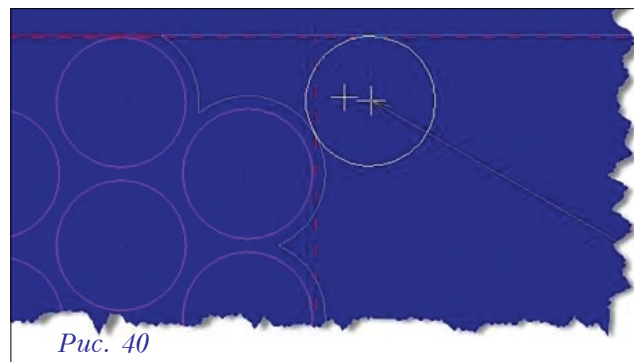
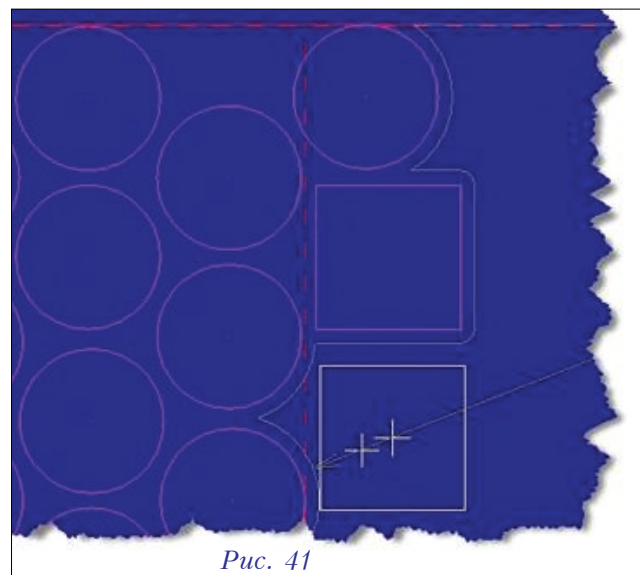
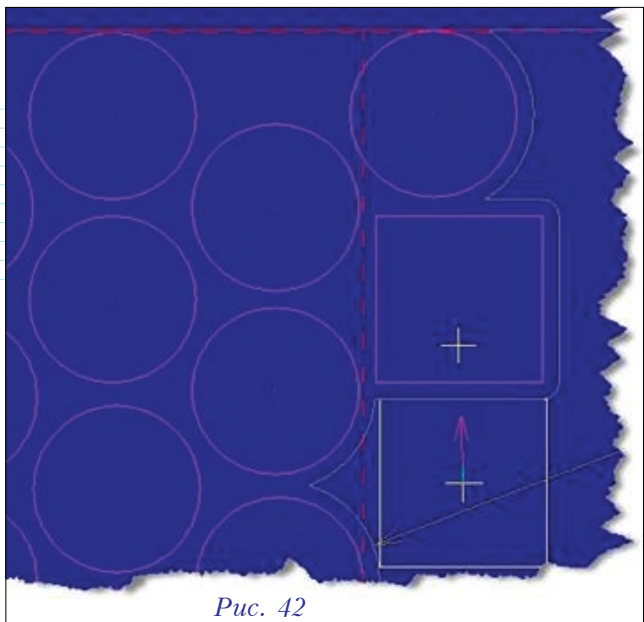

Рис. 40
Рис. 41
Рис. 42
В этом случае, если деталь после перемещения оказывается близко к краю листа или к соседней детали, то на экране будет отображаться серая стрелка (рис. 40).
Когда деталь должна быть размещена у границ уже размещенных деталей (рис. 42) или у границы листа (рис. 40), можно использовать опцию точной настройки (рис. 41). Если во время операции
*Drag* удерживать нажатой левую кнопку мыши, то появится красная стрелка точной настройки. Это позволит вам “ухватить” вторую границу, как показано на рис. 42.